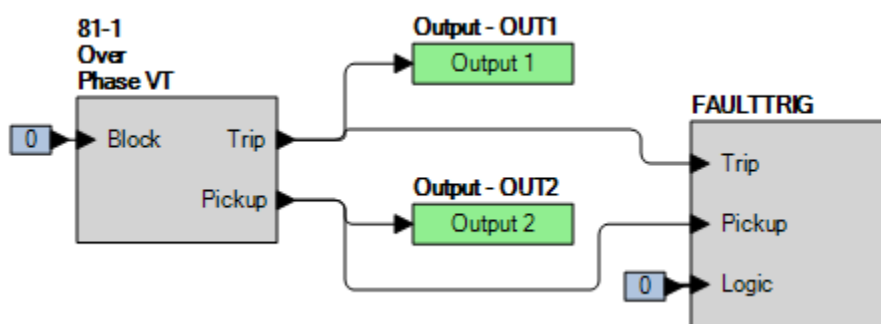

Figure 71-1. Paramètres BESTlogicPi^{us} (Surfréquence)
Étape 2 : Utilisez BESTCOMSPi^{us} pour configurer la Logique programmable BESTlogicPi^{us} illustrée dans la Figure 71-1.
Étape 4 : Préparez la surveillance de l'exécution de la fonction 81-1. Cette exécution peut être vérifiée en surveillant la sortie OUT2 (voir Figure 71-1).